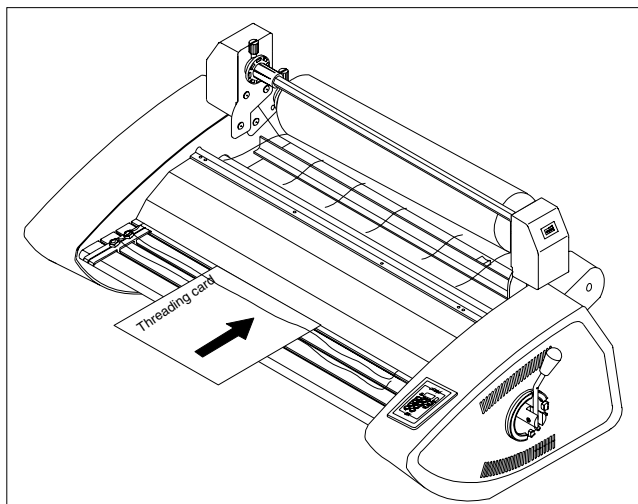

Fig. 16
15. Slide the threading card between the feed tray and the film web lying on the tray, and gently push into the nip area of the heat rollers (Figure 16).
15. Die Einführkarte zwischen den Behälter und die auf dem Behälter liegende Folienspule schieben und vorsichtig in den Berührungsbereich der Heißwalzen schieben (Abb. 16).
15. Schuif de doorvoerkaart tussen de invoerbak en de filmbaan op de bak: dit geheel zachtjes in de grijpzone tussen de warmterollers (zie afb. 16).
15. Glissez le guide de film cartonné entre le plateau d'alimentation et le lé de film reposant sur ce plateau et poussez délicatement jusqu'au point de contact des rouleaux chauffants (figure 16).